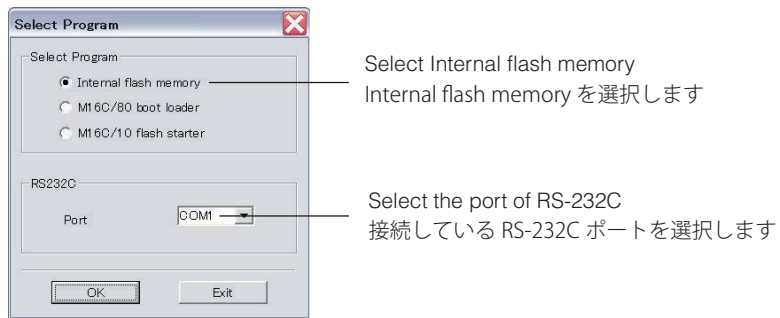

Fig. 2
下記の画面が表示されます。(Fig. 2)
5. 送信データ、ポートを選択します。(Fig. 2)